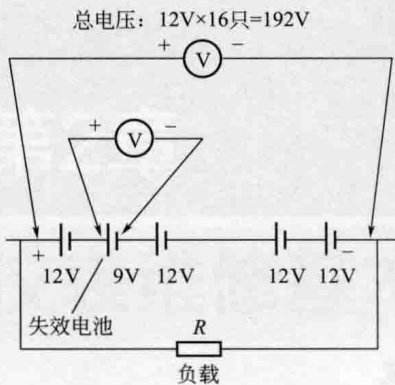

图 2-2 UPS 电池组中
② UPS 电池组电压测量 UPS 电池组的电池必须定期更换。作为预防性维护，通过测量电池组总电压来判断电池是否正常。有的电池由于各种原因会提前失效，需要在电池组中找出失效电池。在带负载的状态下，按图 2-2 测量电池组总电压并找出失效电池，该图只是一个例子。